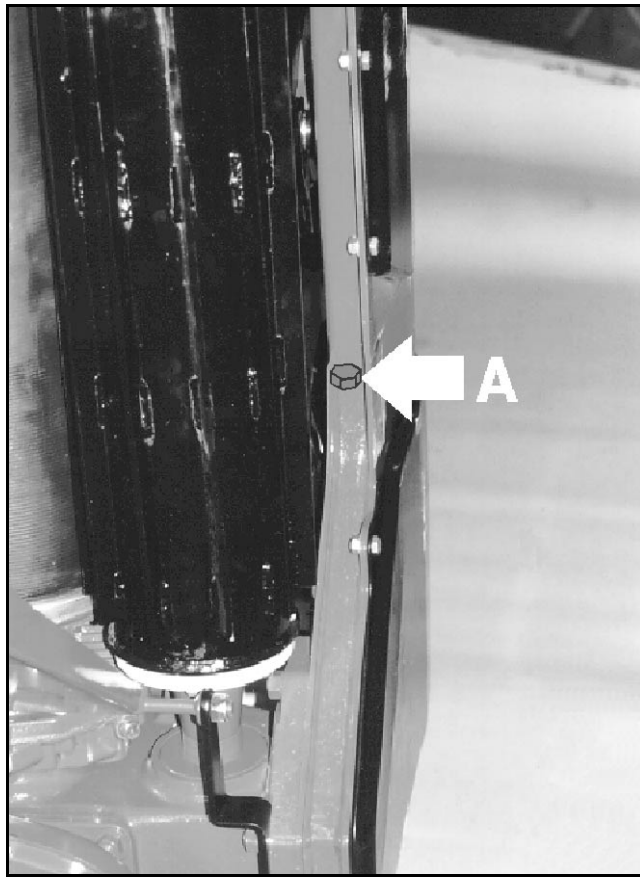

fig.1
- Pour contrôler correctement le niveau de l'huile, il faut soulever et fixer avec la tige de sécurité la barre en position verticale: l'huile doit réussir à frôler le trou **A** (fig.1).
- Para verificar correctamente el nivel del aceite, levantar y fijar con la varilla de seguridad la barra en posición vertical; el aceite tiene que llegar hasta rozar el agujero **A** (fig.1).
- Zur Kontrolle des Ölstands ist der in vertikaler Position stehende Balken anzuheben und mit der Sicherheitsstange zu blockieren: Das Öl muss zum Loch **A** (Bild 1) reichen.
- Con barra in posizione orizzontale, controllare periodicamente che l'olio del supporto sfiori il foro **A** (fig.1).
- Per la sostituzione allentare il tappo **B** (fig.1), lasciare defluire l'olio, si raccomanda di eseguire questa operazione a olio caldo.
- With the bar in horizontal position, check that the oil of the command support is level with the hole **A** (fig.1) every day.
- To replace the oil, unscrew the cap **B** (fig.1) and let the oil flow out. This operation must be carried out while the oil is warm.